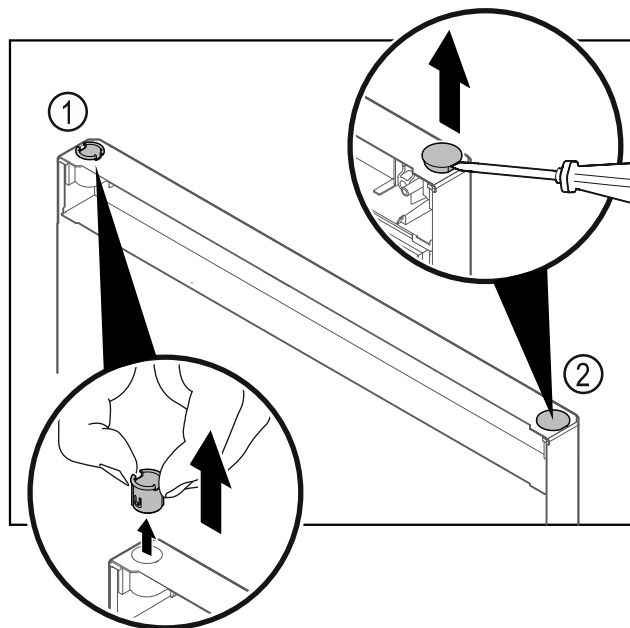

Fig. 20
- ▶ Pouzdro závěsu Fig. 20 (1) vytáhněte prsty.
- ▶ Krycí zátku Fig. 20 (2) opatrně nadzvedněte plochým šroubovákem a vytáhněte.